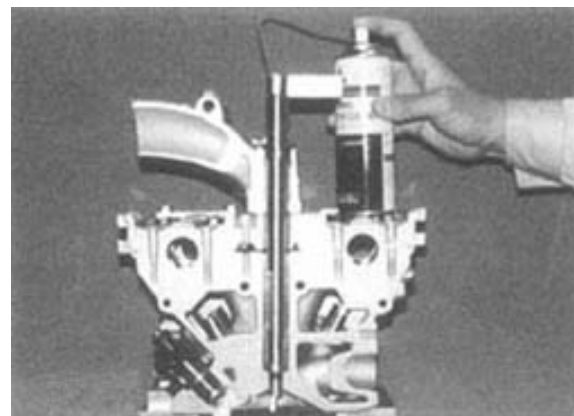

Рис. 1
4. Установите приспособление для очистки 'А' или 'В' вниз до упора и вставьте кольцо в свечное отверстие. (Смотрите рис. 1)